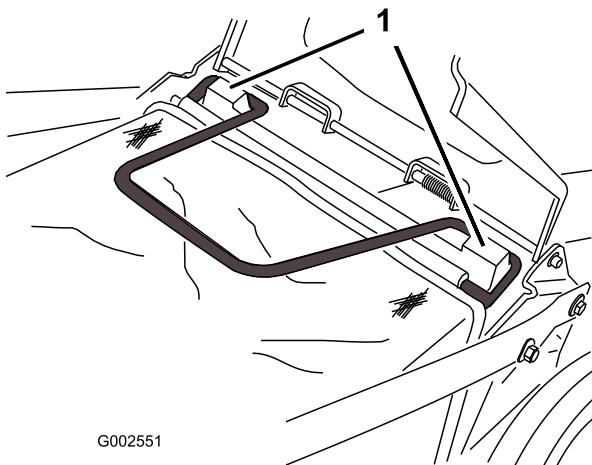

Figure 18
3. Montez le bac sur les supports prévus à cet effet (Figure 18).